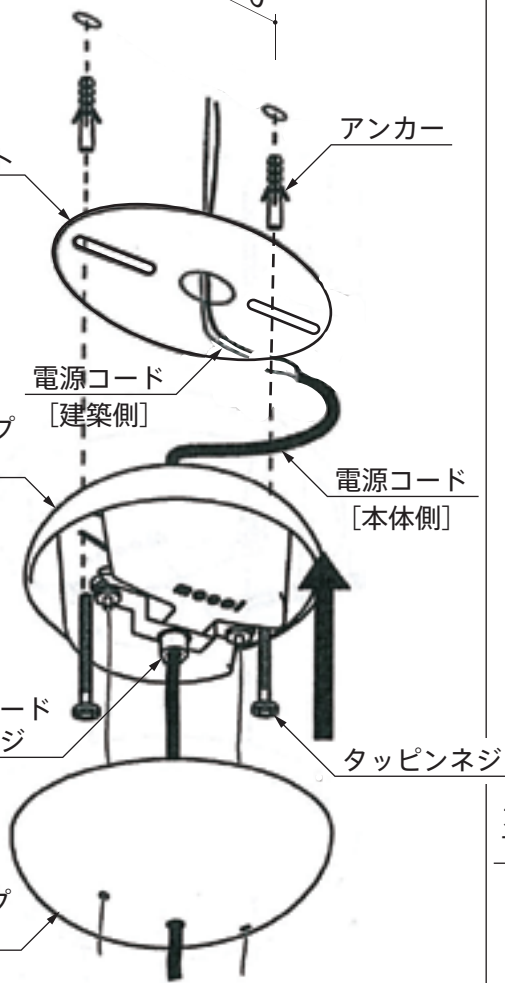

図5
5. ワイヤーをカバーキャップ下部、カバーキャップ上部のワイヤークックに通します。(図5)
6. ワイヤークックの先を押しながらワイヤーの長さを調整します。(図5)
8. 電源コード固定ネジを締めて固定します。(図5)